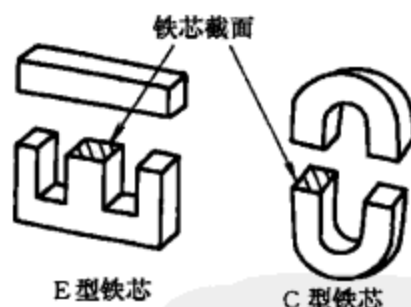

图 2-27
(1) 变压器功率与铁芯截面的平方成正比，如图 2-27 所示，铁芯截面越大，变压器功率越大。功率一般用文字直接标注在变压器上。